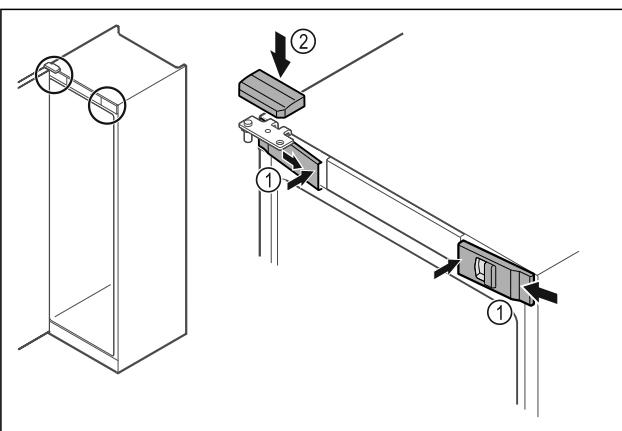

Fig. 54
► Bočno zakvačite prednje poklopce Fig. 54 (1) i uglavite ih iznutra.
► Uglavite gornji poklopac Fig. 54 (2) odozgo.